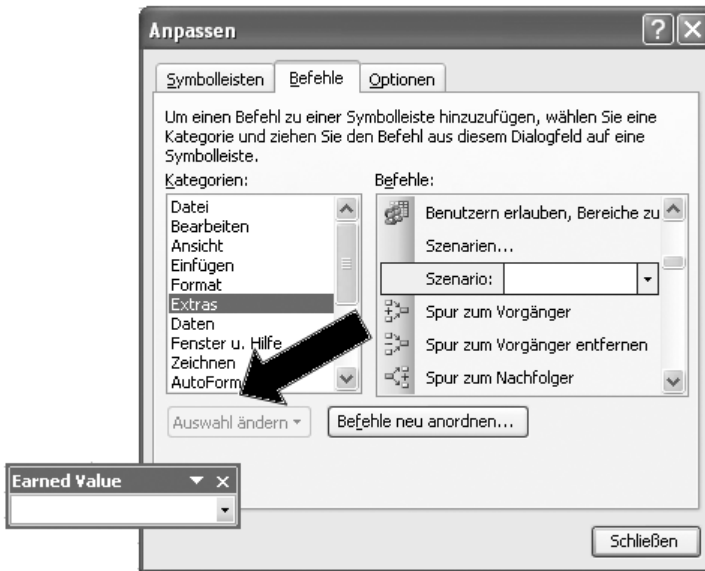

Abbildung 9.37 Ein Symbol für Szenarien
- ❶ Wählen Sie ANSICHT/SYMBOLLEISTEN/ANPASSEN, und klicken Sie in der Registerkarte *Symbolleiste* auf *Neu*.
- ❷ Legen Sie eine neue Symbolleiste »Earned Value« an, und schalten Sie auf die Registerkarte *Befehle* um.
- ❸ Suchen Sie in der Kategorie *Extras* die Szenarienberichte, und ziehen Sie das Symbol auf die neue Symbolleiste (siehe Abbildung 9.37).
- ❹ Schalten Sie zur ersten Karte zurück, und fügen Sie die neue Leiste mit Einfügen an die Arbeitsmappe an.
- ❺ Klicken Sie auf *OK*, um die *Anpassen*-Box zu schließen.